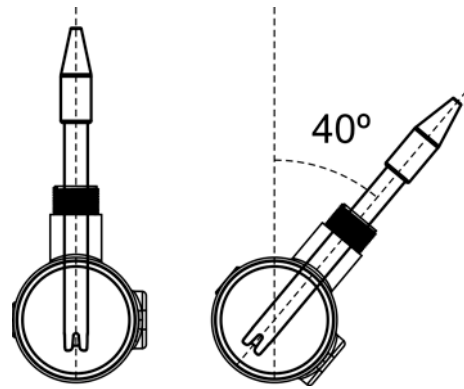

Fig. 13
4. Instalar siempre las sondas de pH/ORP preferiblemente en posición vertical o con una inclinación máxima de 40° (Fig. 13).